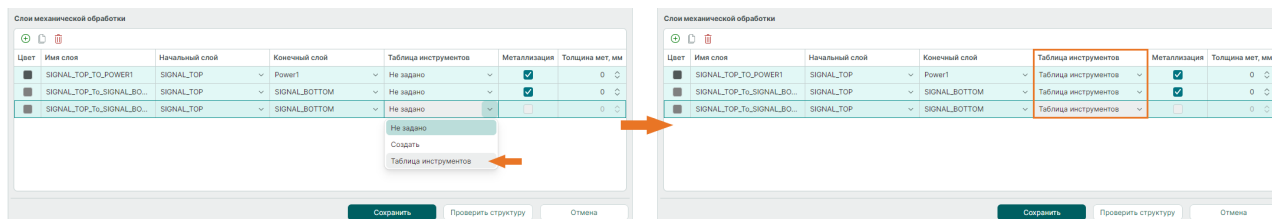

Рис. 306 Редактирование группы слоев
3. Все ячейки выбранных слоев примут выбранное или введенное значение, см. Рис. 306.